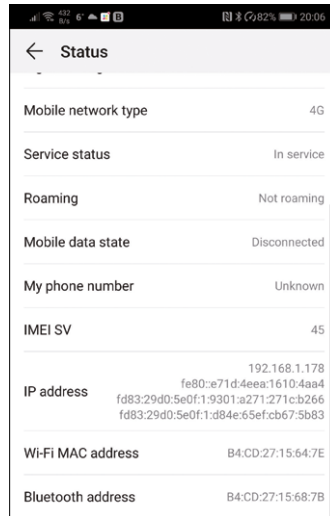

Figure 17.3 Adresse MAC du téléphone mobile Android
- Rejoindre tous les nœuds comme dans la figure 17.3, et cliquer **Déployer**